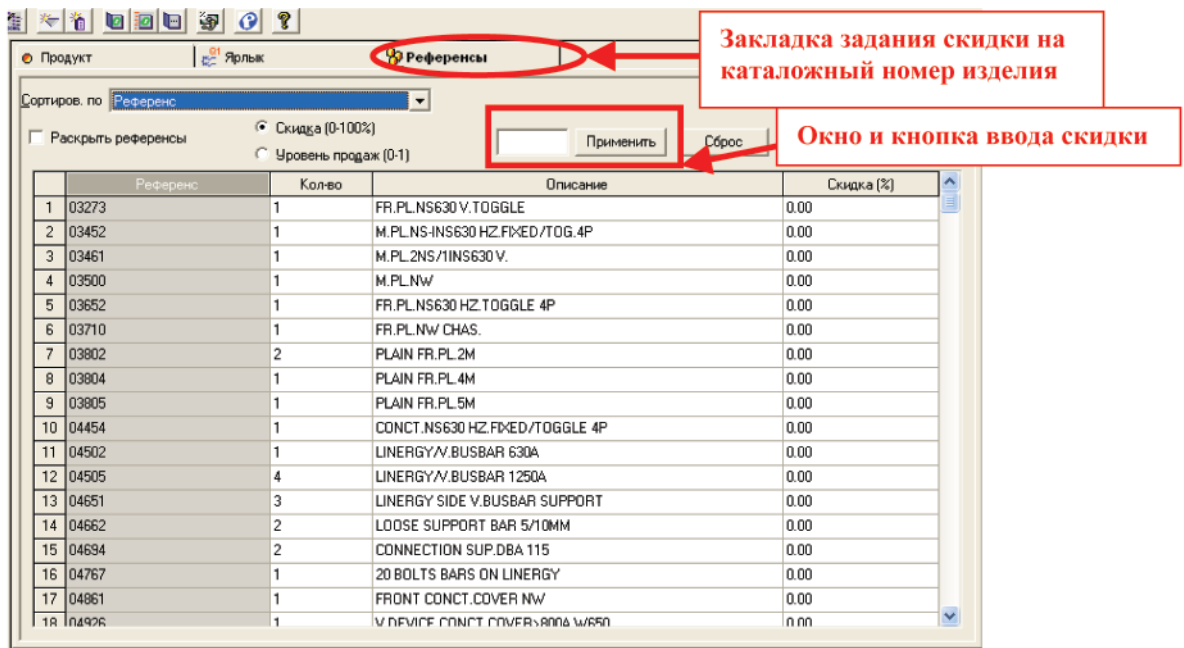

Рис. 90
- 1) переходите в закладку “Референс” (рис. 90)